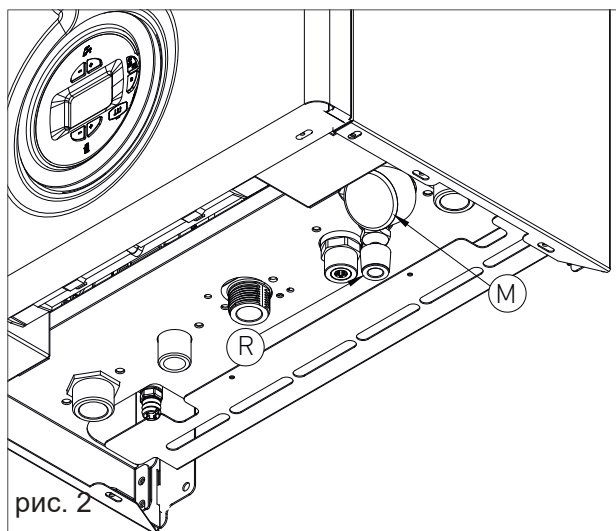
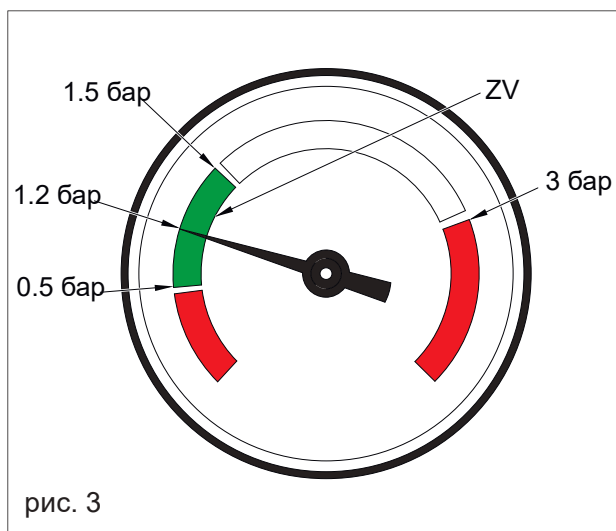

рис. 2
рис. 3
Для правильного размещения оборудования следуйте указаниям ниже (см. рис. 2):
3. Откройте подпиточный кран R (рис. 2);
4. Откройте кран подпитки R (рис. 2) и посредством манометра M (рис. 2) убедитесь, что значение давления системы достигает средней части зеленой зоны 'ZV' (которая соответствует 1,2 бар, см. рис. 3).
5. После выполнения этой операции убедитесь, что подпиточный кран R (рис. 2) плотно закрыт.
8. Если после выполнения этих операций вы обнаружите, что давление воды в системе понизилось, снова откройте подпиточный кран R и дождитесь, пока манометр не покажет значение давления 1,2 бар (рис. 3).